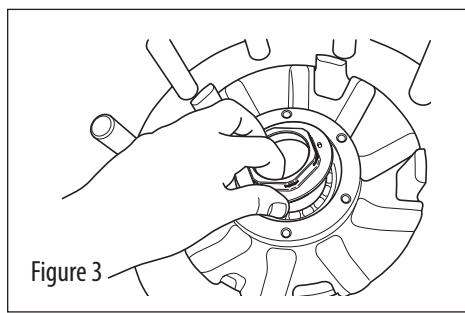

Figure 3
3. Placez l'écrou d'axe et la rondelle contre le roulement extérieur (voir figure 3).